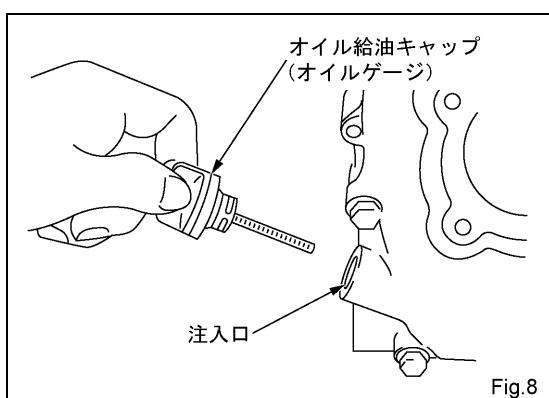

Fig.8
- (1) エンジンオイル給油キャップを外し、注油口の口元までオイルがあるか点検して下さい。(Fig.8)